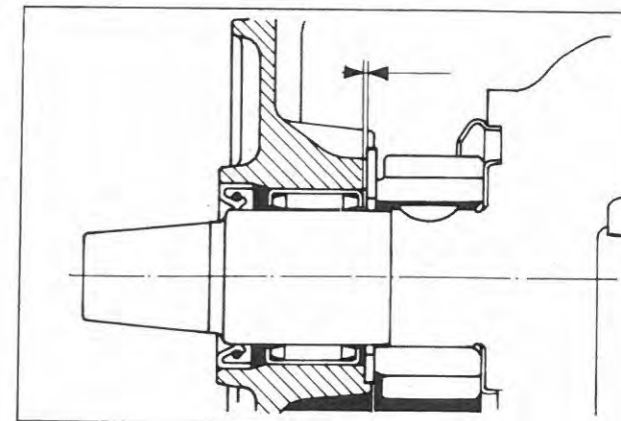

Fig. 67
- Vérifier que la distance entre l'extrémité du roulement et le plan d'appui du palier de butée soit $0,5 + 0,7$ mm. (Fig. 67)
- Check that distance between end thrust bearing seat face and edge of needle cage is $0,5 \pm 0,7$ mm. (Fig. 67).
- Beachten, daß das Spiel zwischen Lagerende und Fläche des Drucklagersitzes $0,5 \pm 0,7$ mm beträgt (Abb.67).